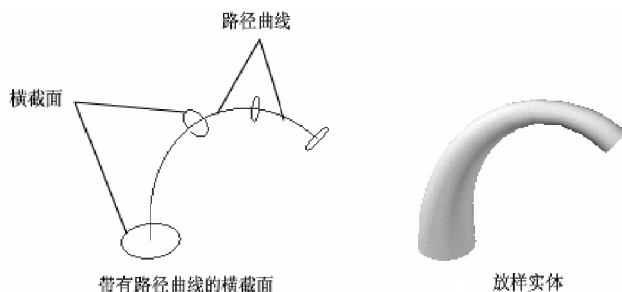

图 12-16 路径放样
- 路径(P)：指定放样实体或曲面的单一路径，路径曲线必须与横截面的所有平面相交，如图12-16所示。